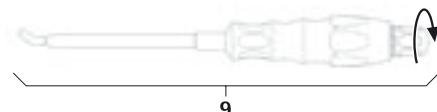

Fig. 13
- Montar o instrumento introdutor de barras **9**, ver Fig. 13.